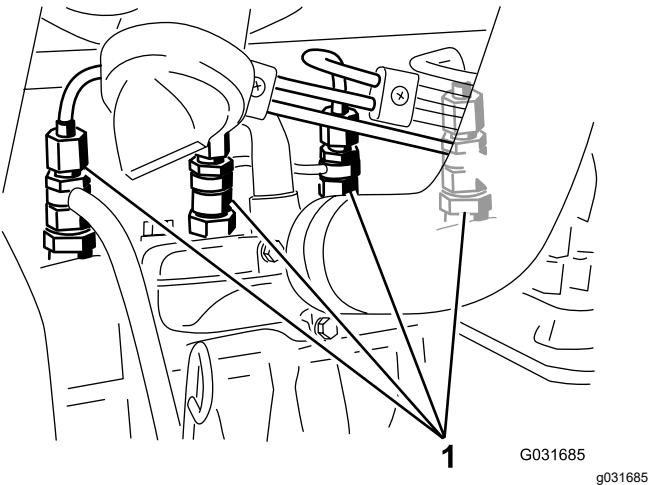

Figura 45
- Afloje la conexión entre el tubo y el conjunto de boquilla y soporte Nº 1 (Figura 45).